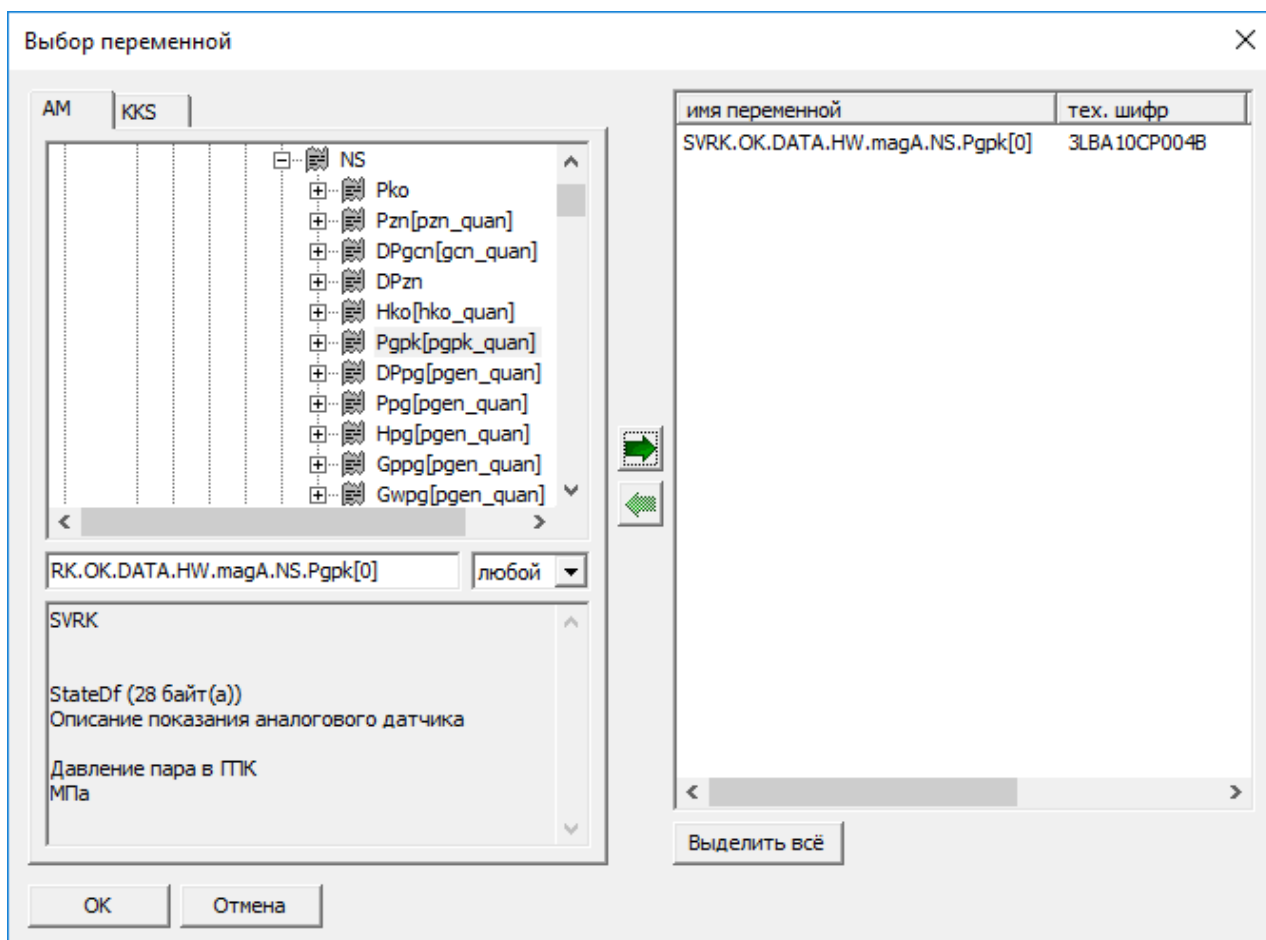

Рисунок 3.13 — Окно выбора переменных. Вкладка AM
- из адресного массива — дерево переменных на вкладке «АМ» (рис. 3.13);
Выбор переменных на вкладке «AM» (рис. 3.13) выполняется следующим образом: